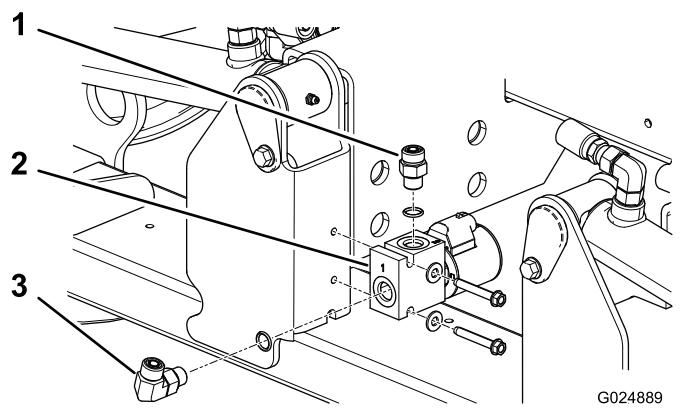

Figure 6
2. Fixez le collecteur de verrou de plateau gauche au tube de cadre avec 2 vis autotaraudeuses ($\frac{1}{4}$ " x $1\frac{3}{4}$ ") Positionnez le collecteur comme montré à la Figure 6.
3. Posez le raccord hydraulique droit au sommet du collecteur (Figure 6).
4. Posez le raccord hydraulique à 90 degrés au bout du collecteur (Figure 6).